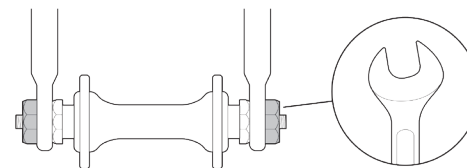

fig. 10
- Nakrętki sześciokątne lub śruby sześciokątne które są wkręcane na lub do osi piasty (rys. 10).